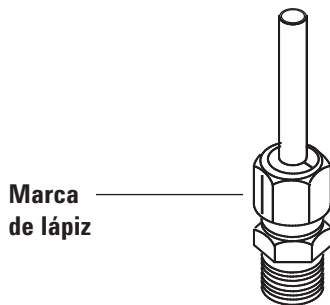

Figura 20 Marcado de la conexión
- 7** Marque la tuerca con un lápiz (consulte Figura 20).